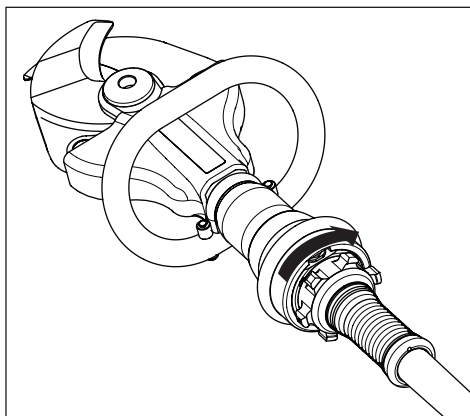

Figura 7, Cesoia chiusa
- Per chiudere le lame: ruotare la manopola a destra e tenerla in quella posizione. Vedere la figura 7.